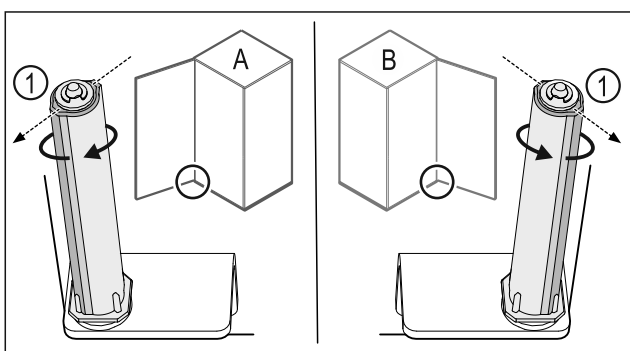

Fig. 33 Vänsterhängd (A)/högerhängd (B)
- Vrid låssystemet mot motståndet, tills låssystemets klack Fig. 33 (1) är vänd utåt.